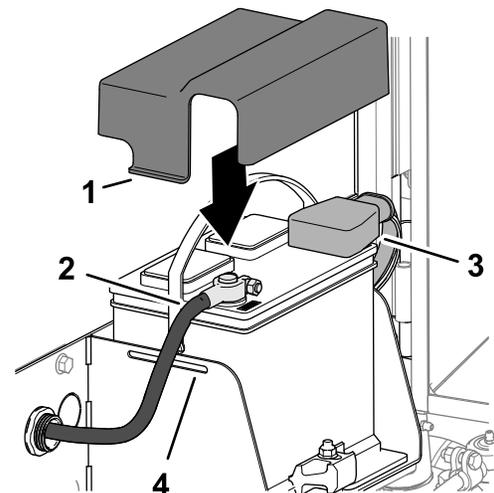

Bild 97
1. Schließen Sie das Pluskabel des Akkus am Pluspol des Akkus an (Bild 97).